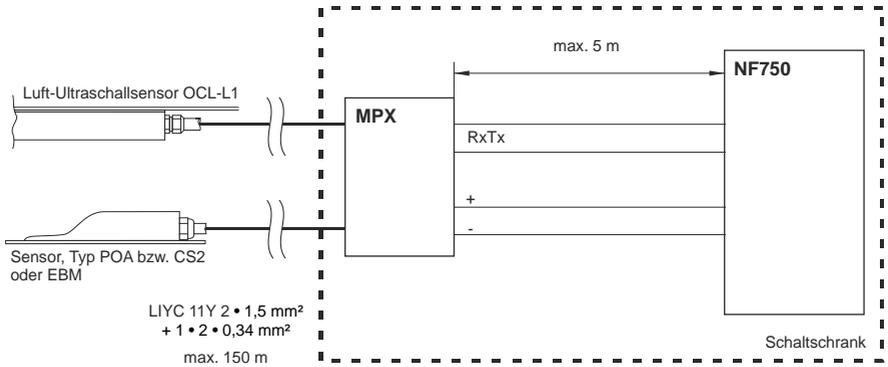
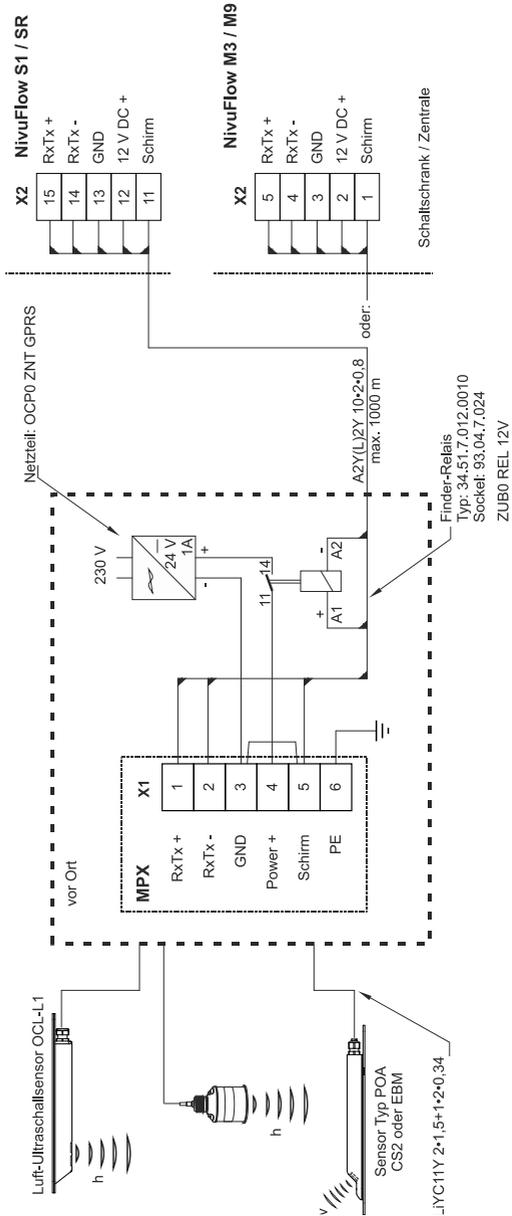

Abb. 13-1 Verbindung Geschw.sensor – MPX im Schaltschrank
Abb. 13-5 Anschluss MPX mit ext. Stromversorgung an NivuFlow
- 150 Meter (siehe Abb. 13-1)
Die maximale Kabellänge beträgt in diesem Fall 5 Meter (siehe Abb. 13-1).
Verschaltung des MPX als Leitungstreiber gemäß Abb. 13-5.
Beachten Sie bei der Kabelverbindung die Hinweise in Kapitel „13.1 Verbindungskabel“ und die Abb. 13-1 bis Abb. 13-5.